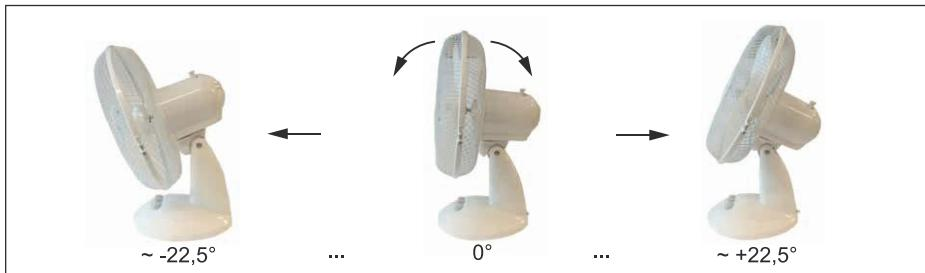

Fig.103: Ställa in lutningsvinkel
4. Luta fläkten i den vinkel som du vill att luften ska blåsa. Se bild 103.